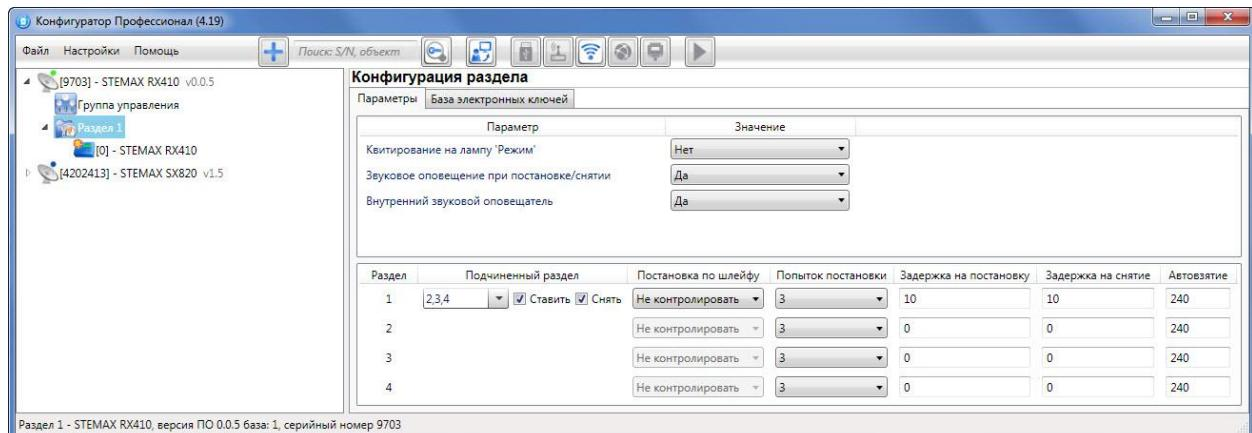

Рисунок 4.28 — Пример 2
**2** Первый раздел назначается главным, а все остальные — подчиненными ему на постановку. В таком случае при постановке на охрану главного раздела все подчиненные разделы будет автоматически синхронно ставиться на охрану. При снятии с охраны главного раздела все подчиненные разделы будет автоматически синхронно сниматься с охраны. Настройка, соответствующая этому примеру, показана на иллюстрации (см. рисунок 4.28).